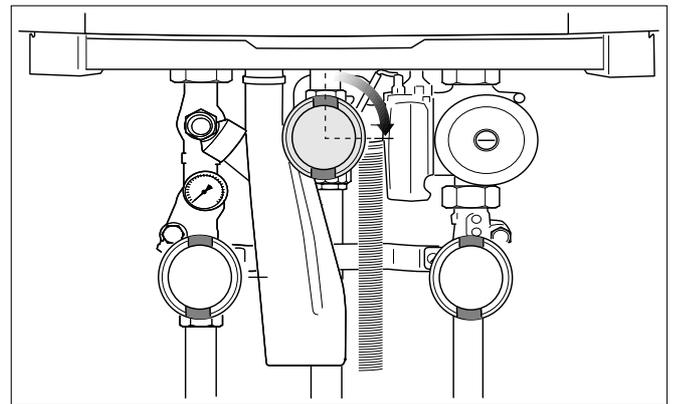

Fig. 62 Chiudere il rubinetto del gas
- Chiudere il rubinetto del gas (fig. 62).